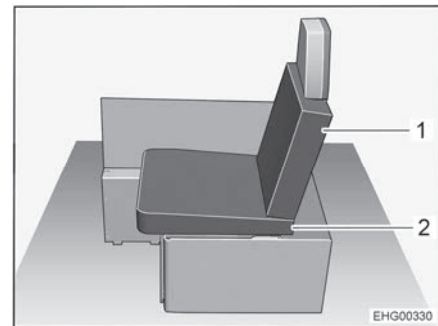

Bild 35 Nach Umbau
- Eines der Sitzpolster der linken Längssitzbank als Sitzpolster (Bild 35,2) auf die Sitztruhe legen. Dabei Keilform des Sitzpolsters beachten: Das Sitzpolster muss leicht zur Rückenlehne geneigt sein (siehe Bild 35).
- Eines der mitgelieferten Zusatzpolster als Rückpolster (Bild 35,1) an der Rückenlehne des Stecksitzes anbringen.